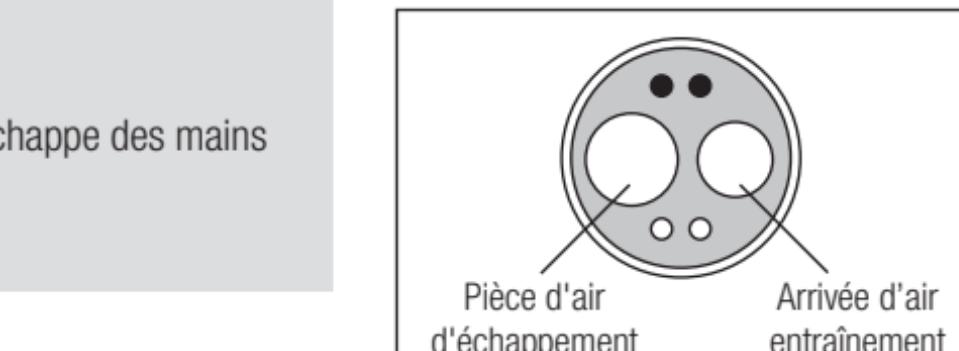

Fig. 7
3) Insérez l'embout de spray dans le port d'arrivée d'air du moteur. Tenez le moteur et pulvérisez pendant environ 2-3 secondes. Vaporisez du lubrifiant jusqu'à ce qu'il en ressorte de la pièce de l'air d'échappement pendant au moins 2 secondes. (Fig. 7)
- 2) Appliquez 1 ou 2 gouttes d'huile lubrifiante dans le port d'arrivée d'air illustré à la Fig. 7.